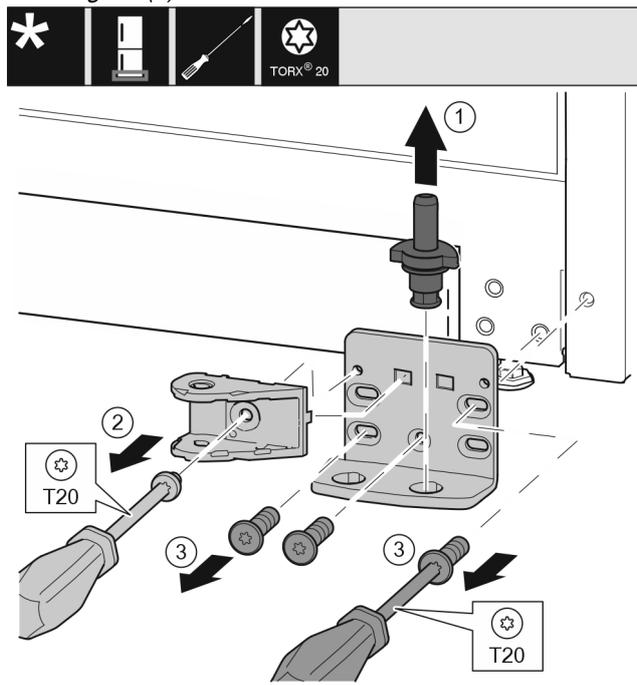

Fig. 21\*
- ▶ Extrageți complet bolțul de lagăr în sus.\* Fig. 21 (1)
- ▶ Extrageți prin rotire șuruburile cu șurubelnița T20 și detașați îmbinarea amortizorului de închidere.\* Fig. 21 (2)
- ▶ Extrageți prin rotire și detașați șuruburile cu șurubelnița T20.\* Fig. 21 (3)